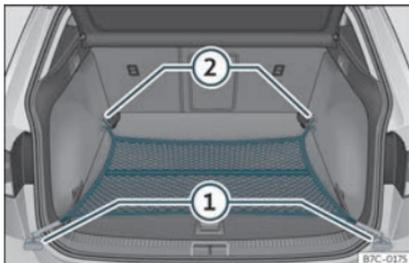

Fig. 117 Dans le coffre à bagages : sac pour filet accroché au niveau du plancher.
- Fixez les crochets du filet aux œillets d'arrimage ① et ② >>> **fig. 117** >>> ⚠. La fermeture à glissière du sac doit rester vers le haut.